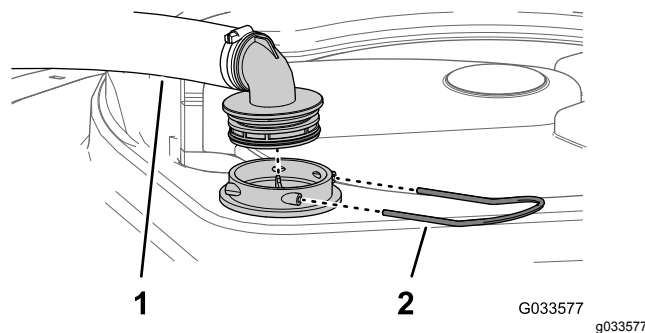

Figure 28
3. Retirez le flexible et le raccord du logement du filtre (Figure 28).
2. Au sommet de la cuve du pulvérisateur, retirez l'étrier qui fixe le raccord de flexible sur le grand flexible et le logement du filtre (Figure 28).